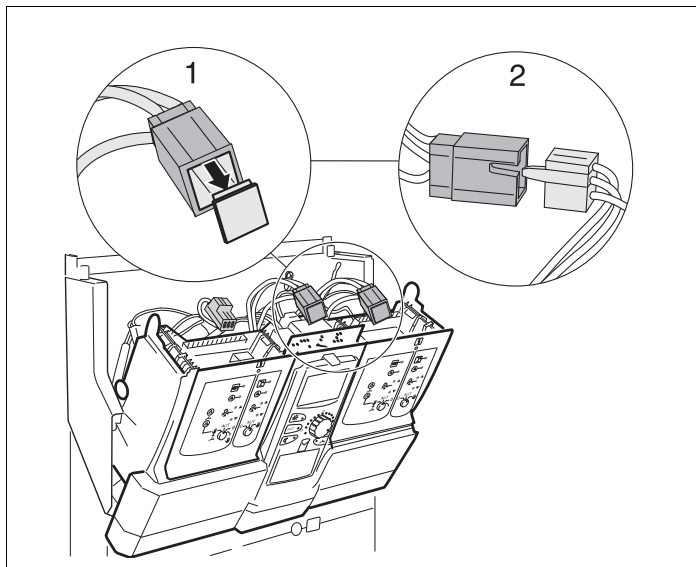

Рис. 8 Подключение разъема 2 к электросети
- Удалите заглушку (→ рис. 8, [1]) трехполюсного штекера (на жгute проводов).
- Вставьте соединительный штекер (230 В) модуля в трехполюсный штекер (→ рис. 8, [2]).